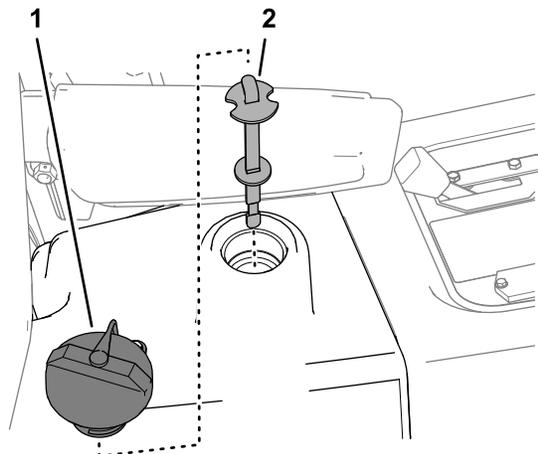

Figure 60
5. Vérifiez le niveau de liquide hydraulique dans le réservoir (Figure 60) et faites l'appoint au besoin ; voir la procédure de contrôle du système hydraulique dans le manuel de l'utilisateur de la machine.